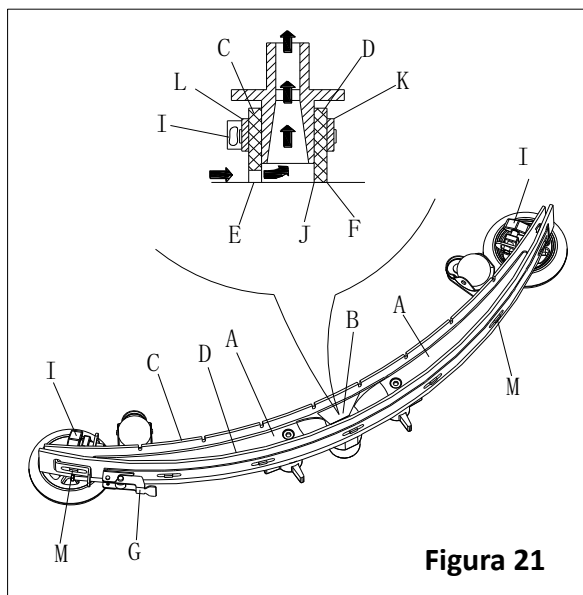
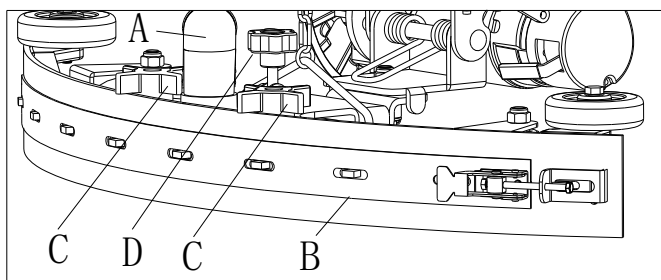

Figura 21
Figura 22
2. Verificare che i bordi (E, Figura 21) della lama frontale (C) e i bordi (F) della lama posteriore (D) poggino allo stesso livello, per tutta la lunghezza; se necessario, regolare l'altezza seguendo la seguente procedura:
- Rimuovere il perno di fissaggio (G), staccare i ganci (M) e regolare la lama posteriore (D), quindi fissare i ganci (M) e riposizionare il perno (G).
- Allentare le manopole (I) e regolare la lama frontale (C), quindi stringere le manopole.
3. Controllare la lama frontale (C) e la lama posteriore (D) per usura, tagli e lacerazioni; se necessario, sostituirli secondo le seguenti procedure. Verificare che lo spigolo frontale (J) della lama posteriore (D) non sia logoro; se necessario, invertire la lama per sostituire lo spigolo logoro con quello integro. Se anche gli altri spigoli sono logori, sostituire la lama seguendo la seguente procedura:
- Rimuovere il perno di fissaggio (G), staccare i ganci (M) e rimuovere la fascia di ritenzione (K), quindi sostituire/ribaltare la lama posteriore (D). Assemblare la lama in ordine inverso al disassemblaggio.
- Svitare la manopola (I) e rimuovere la fascia di ritenzione (L), quindi sostituire la lama frontale (C). Assemblare la lama in ordine inverso al disassemblaggio. Dopo la sostituzione (o il ribaltamento) della lama, regolare l'altezza come mostrato nel passo precedente.
4. Collegare il tubo di aspirazione (A, Figura 22) al tergipavimento.
5. Installare il tergipavimento (B) e riavvitare le manopole (C).
6. Se necessario, regolare il bilanciamento del tergipavimento regolando la manopola (D).